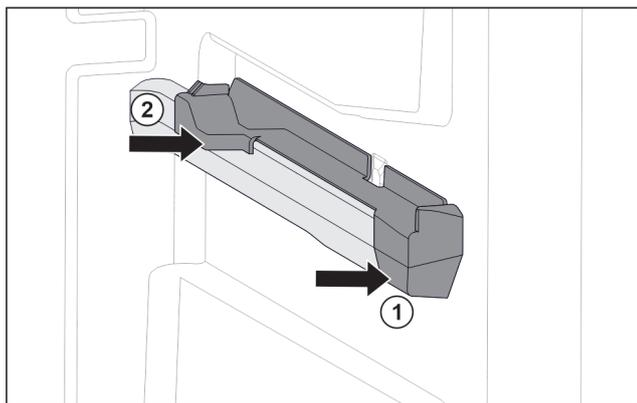

Fig. 98 Elemento inseribile sulla nervatura destra del contenitore
- ▶ Posizionare l'elemento inseribile sulla parte anteriore della nervatura del contenitore. Fig. 98 (1)
- ▶ Premere l'elemento inseribile sulla parte posteriore. Fig. 98 (2)